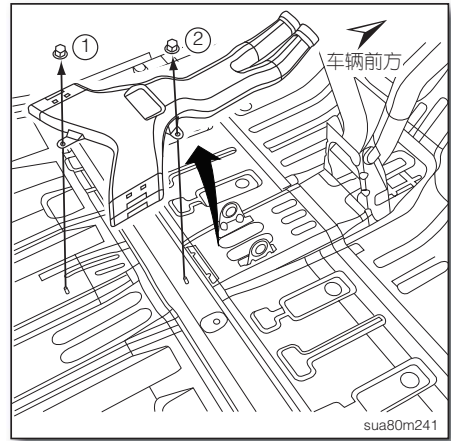

图54
3. 拆下地板分配导管固定螺母①~② (如图54), 然后取下地板分配导管。